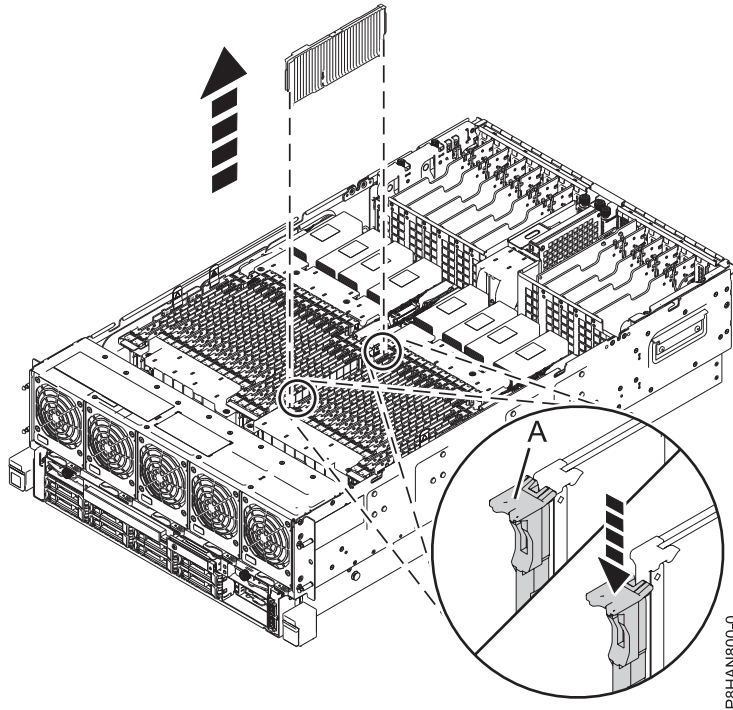

Figure 5. Retrait d'un obturateur de mémoire d'un emplacement de mémoire dans un système 8408-44E ou 8408-E8E
- a. Pour débloquer l'obturateur de mémoire de son connecteur dans l'emplacement, appuyez sur les languettes de verrouillage (A) dans la direction illustrée à la figure 5, à la page 8. La pression exercée sur les languettes force l'obturateur de mémoire à sortir du connecteur.